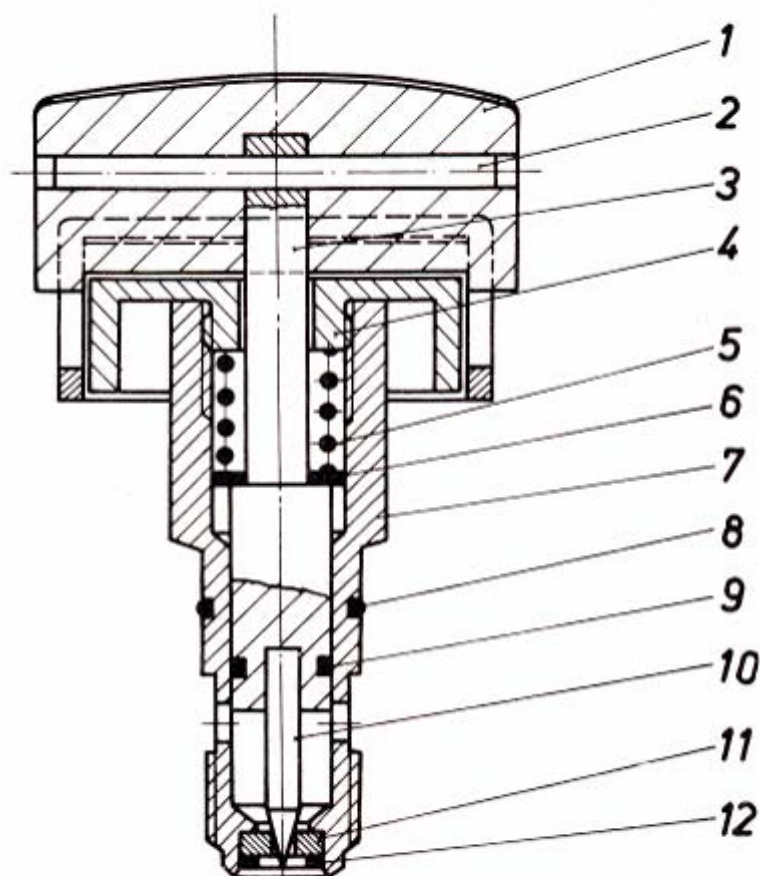
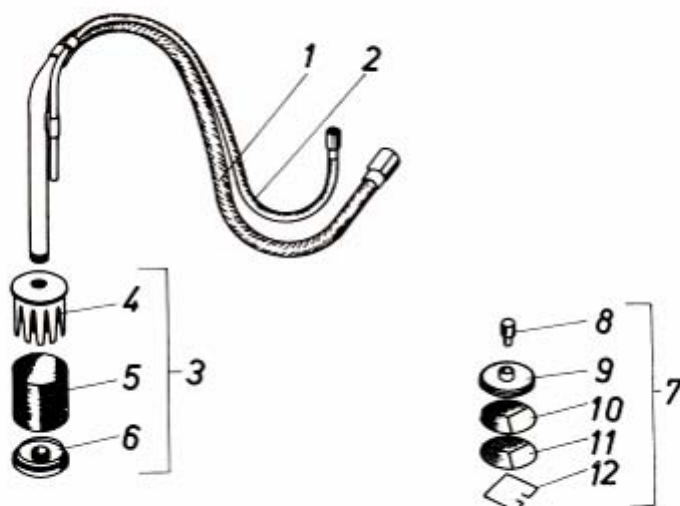

**Рис. 9.** Нагнетательный клапан в сборе: слева — агрегата 2600 НА (10—2.04.00), справа — агрегата 7000 НА и 7000 Н—I (11—2.04.00).
**Рис. 12.** Мембраны в сборе: слева — агрегата 2600 НА (07—2.02.00), справа — агрегата 7000 НА и 7000 Н—1 (11—2.02.00).
**Рис. 6.** Насос с электроприводом агрегата 2600 НА (901—0158). 1 — корпус ступени краски (07—2.01.02); 2 — вставка полиамидная (07—2.00.08); 3 — болт с внутренним шестигранником М10х55, 9 шт. (99—0.03.11); 4 — всасывающий клапан (07—2.03.00), (см. рис. 8); 5 — патрубок для сливной трубки (10—2.00.10); 6 — перепускной клапан (Ю—2.06.00), (см. рис. 10); 7 — мембрана в сборе (07—2.02.00), (см. рис. 12); 8 — вкладыш полиамидный (07—1.00.11); 9 — корпус в сборе с цилиндром, втулкой и радиальным уплотнением вала (07—1.01.00); 10 — цилиндр (07—1.01.11); 11 — поршень (07—1.07.01); 12 — гайка специальная (07—1.01.12); 13 — пружина для поршня (07—1.00.09); 14 — прокладка для пружины (07—1.07.02); 15 — кольцо стопорное (99—2.25.09); 16 — болт М5х12, 8 шт. (99—0.16.04); 17 — болт с Шестигранной головкой Мх5х14 (99—0.03.07); 18 — шайба пружинная (99—2.15.05); 19 — диск фиксатор (07—1.00.12); 20 — роликподшипник с ограничительным кольцом NUP 2304 (99—6.04.02); 21 — крышка корпуса (901—0168); 22 — шнур резиновый 0 2 мм (99—7.10.10); 23 — маслосливочная пробка (05—1.05.00); 24 — кольцо уплотнительное 30х40х7 (99—7.05.05); 25 — шайба (900—2128); 27 — электропривод в сборе; 28 — регулятор давления (10—1.04.00); (см. рис. 11); 29 — соединитель резьбовой для шланга высокого давления М16х1,5 (10—2.00.09); 30 — кольцо уплотнительное медное (99—7.01.03); 31 — нагнетательный клапан в сборе (11—2.04.00), (см. рис. 9); 32 — глазок для проверки уровня масла (99—7.10.16); 33 — маслофильтрующая пробка (07—1.06.00); 34 — болт с внутренним шестигранником М8х35, 4 шт., 35 — шайба пружинная, 4 шт. (99.2.15.01); 36 — клемма "Земля".
**Рис. 7.** Насос с электроприводом агрегата 7000 НА и 7000 Н—I (901—0111). 1. — корпус ступени краски (11—2.01.00); 2 — вставка полиамидная (11—2.00.11); 3 — всасывающий клапан (10—2.03.00), (см. рис. 8); 4 — соединитель резьбовой для шланга высокого давления М16х1,5 (10—2.00.09); 5 — кольцо уплотнительное медное 16х20х1,5 (99—7.01.03); 6 — патрубок для сливной трубки (10—2.00.10); 7 — нагнетательный клапан в сборе (11—2.04.00), (см. рис. 9); 8 — мембрана в сборе (11—2.02.00), см. рис. 12); 9 — корпус в сборе с поршнем и цилиндром (11—1.02.00); 10 — регулятор давления (10—1.04.00), (см. рис. 11); 11 — кольцо стопорное пружинное (99—2.27.02); 12 — подшипник игольчатый (99—6.02.02); 13 — кольцо стопорное пружинное (99—2.27.01); 14 — кольцо стопорное 24х1,2 (99—2.25.03); 15 — прокладка 25х35х1 99—2.06.01); 16 — кольцо стопорное 33х1,5 (99—2.25.01); 17 — шайба под подшипник (99—2.05.02); 18 — шайба (10—1.51.03); 19 — игольчатый подшипник NKI 35/20 (99—6.02.01); 20 — роликовый упорный подшипник 89 310 (99—6.03.02); 21 — шайбы регулировочные (99—2.10.08—16); 22 — вал муфты (11—1.92.06); 23 — шпонка 8х7х56 (99—3.10.01); 24 — маховик (11—1.53.01); 25 — плоское уплотнение (11—1.00.13); 26 — роликовый упорный подшипник 81 211 (99—6.03.01); 27 — кольцо стопорное 62х2 (99—2.25.02); 28 — кольцо стопорное 30х1,5 (99.2.26.02); 29 — шарикоподшипник 6206—С3 (99—6.01.03); 30 — радиальное уплотнение вала (99—7.05.02); 31 — корпус промежуточный (11—1.02.04); 32 — шпонка 8х7х32 (99—3.10.02); 33 — муфта в сборе (11—1.52.00); 34 — электропривод в сборе; 35 — поршень (10—1.01.04); 36 — вставка (10—1.00.10); 37 — шайба, 2 шт. (99—2.02.01); 38 — пружина для поршня (10—1.00.07); 39 — проба маслофильтрующая (11—1.04.00); 40 — цилиндр (10—1.01.03); 41 — кольцо 30х2 (99—7.10.04); 42 — прокладка для пружины (11—1.00.09); 43 — стопорное кольцо 34х1,5 (99—2.26.01); 44 — болт с цилиндрической головкой М8х25, 4 шт. (99—0.03.13); 45 — шайба пружинная, 4 шт. (99—2.15.01); 46 — перепускной клапан (10—2.06.00), (см. рис. 10); 47 — болт с цилиндрической головкой МЮх75, 6 шт.; 48 — шайба, 6 шт. (99—2.02.01); 49 — маслосливочная пробка (11—1.07.00); 50 — клемма "Земля".
5.2.8. Нагнетательный клапан (рис. 9) имеет седло и шарик, выполненные из износостойких материалов. Седло запрессовано в зажим. В клапане агрегата 2600 НА между пружиной и шариком расположена опора пружины. Седло герметизируется пластмассовым уплотнительным кольцом, и пробка — медным уплотнением.
5.2.11. Мембрана в сборе (**рис. 12**). Мембрана, выполненная из специальной пластмассы, снабжена хвостовиком. На хвостовике расположены гайка и пружина, которая прижимает мембрану к металлической опорной шайбе.